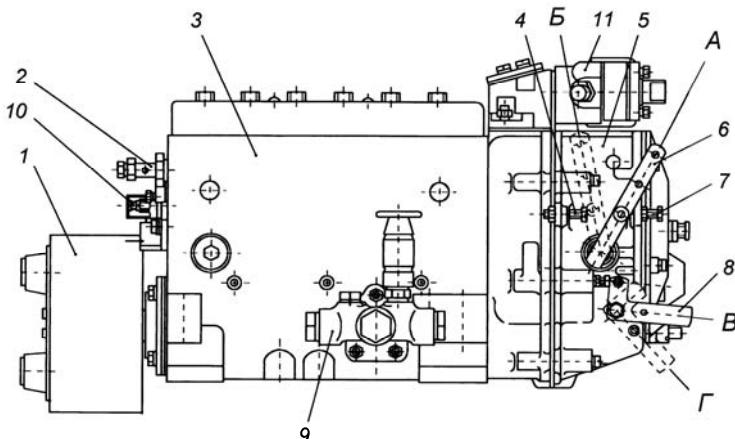
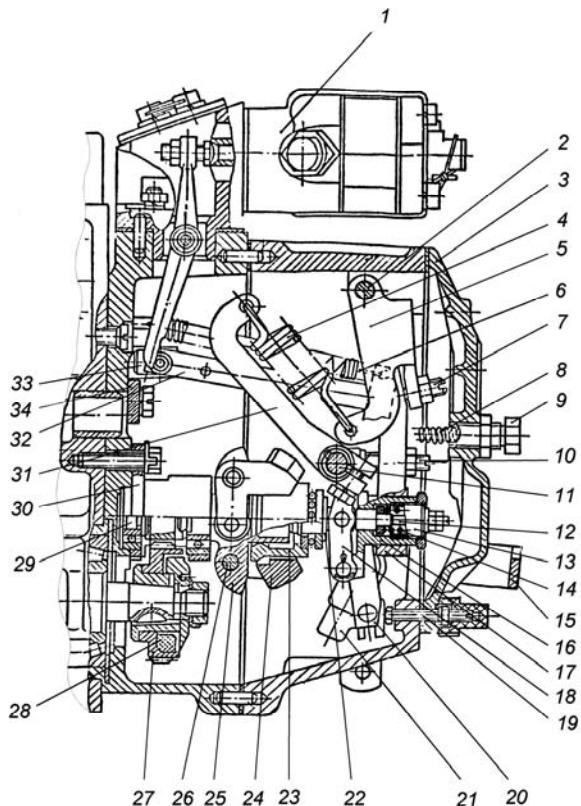

Рис. 26. Топливный насос высокого давления:
Рис. 27. Регулятор частоты вращения:
Топливный насос высокого давления в сборе с регулятором частоты вращения, топливоподкачивающим насосом и демпферной муфтой изображен на рис. 26.
Регулятор частоты вращения (рис. 27, 27а) механический всережимный центробежного типа предназначен для поддержания заданного водителем скоростного режима работы двигателя путем автоматического изменения количества подаваемого топлива в зависимости от изменения нагрузки на двигатель.
Рис. 27а. Регулятор частоты вращения:
Муфта 23 с упорной пятой 22 в сборе одним концом опирается на направляющую поверхность державки, а за второй конец подвешена на рычаге 18 корректора, закрепленном на втулке 16 рычага регулятора. Пята муфты грузов связана через узел отрицательного корректора с рычагом рейки 20 и через тягу 32 с рейкой топливного насоса. К верхней части рычага рейки присоединена пружина 6 рычага рейки, удерживающая рейку насоса в положении, соответствующем максимальной подаче, что обеспечивает увеличенную подачу топлива при пуске двигателя. В нижнюю часть рычага рейки запрессован палец, который входит в отверстие ползуна кулисы 21. Вал 11 рычага регулятора жестко связан с рычагом управления 6 (рис. 26) и рычагом пружины 31. Перемещение рычага управления регулятором ограничивается двумя болтами 4 и 7 (рис. 26). За рычаг пружины
31 (коротким зацепом) (рис. 27) и двуплечий рычаг 5 (длинным зацепом) зацеплена пружина регулятора 4, усилие которой передается с двуплечего рычага на рычаг регулятора через винт - 7 двуплечего рычага. В рычаг регулятора ввернут регулировочный болт 10, который упирается в вал рычага пружины и служит для регулировки номинальной подачи топлива. В нижней части рычаг регулятора снабжен боковой накладкой, удерживающей втулку 16 обратного корректора и упорную пятку 22 от проворота. Кроме того, хвостовик болта крепления боковой накладки, входя в боковой продольный паз втулки предохраняет ее от выпадания из расточки рычага. Упор 34, закрепленный на корпусе регулятора, не позволяет рычагу пружины 31 опасно приближаться к врачающейся державке грузов. В нижней части рычага регулятора расположены корректирующие устройства, предназначенные для формирования внешней скоростной характеристики ТНВД и крутящего момента двигателя. ТНВД 133-20 оснащен отрицательным корректором (рис. 27), а ТНВД 133-30 – комбинированным корректором (рис. 27а). Для полного выключения подачи топлива служит механизм останова, состоящий из кулисы 21, скобы 15 и возвратной пружины. Во время работы кулиса прижата усилием возвратной пружины к регулировочному винту 19.
грузов 23 рычаг рейки 32 до упора втулки 16 (рис. 27а) отрицательного корректора в положительный корректор 36. Далее, преодолевая сопротивление буферной пружины 8, грузы перемещают вправо всю систему рычагов и рейку ТНВД до установления цикловой подачи секции ТНВД, соответствующей минимальному скоростному режиму (режиму минимальной частоты вращения холостого хода).
Корректоры, установленные на рычаге 17 регулятора (рис. 27 и 27а), обеспечивают изменение цикловой подачи в зависимости от частоты вращения коленчатого вала.
Положительный корректор 34, 35, 36 (рис. 27а) обеспечивает постоянное увеличение подачи топлива при уменьшении частоты вращения коленчатого вала двигателя от номинальной до 1300 ± 50 мин⁻¹ и тем самым обеспечивают тяговую характеристику двигателя в зоне максимального крутящего момента.
Отрицательный корректор ТНВД 133-30 (16, 18, 37, 38, 39 рис. 27а), обеспечивает постепенное уменьшение цикловой подачи топлива при уменьшении частоты вращения коленчатого вала двигателя от 1300 мин⁻¹ до 1000 мин⁻¹ и тем самым обеспечивает бездымную работу двигателя.
Отрицательный корректор ТНВД 133-20 (12, 13, 14, 16, 18 рис. 27) обеспечивает постепенное уменьшение цикловой подачи топлива при уменьшении частоты вращения коленчатого вала двигателя от номинальной до 1000 мин⁻¹.
- 1 Минимальная частота вращения холостого хода регулируется болтом 7 (рис. 26) и корпусом буферной пружины 9 (рис. 27);
- 2 Максимальная частота вращения холостого хода (начало выброса рейки) регулируется болтом 4 (рис. 26).
- 3 Номинальная мощность (подача) регулируется болтом 10, подрегулируется винтом 19 (рис.27).
- 4 Максимальный крутящий момент (для ТНВД 133-30) подрегулируется корпусом пружины корректора 34 (рис. 27а).
- 5 Предварительное натяжение пружины (разность оборотов конца и начала выброса рейки) регулируется винтом 7 (рис. 27).
для ТНВД 133-20 - гайкой корректора 12 (рис. 27);
для ТНВД 133-30 - шайбами между упором 39 и втулкой 16 корректора (рис. 27а).
для ТНВД 133-20 - корпусом корректора 13 (рис. 27);
для ТНВД 133-30 - шайбами между пружиной 38 и пробкой 37 корректора (рис. 27а).